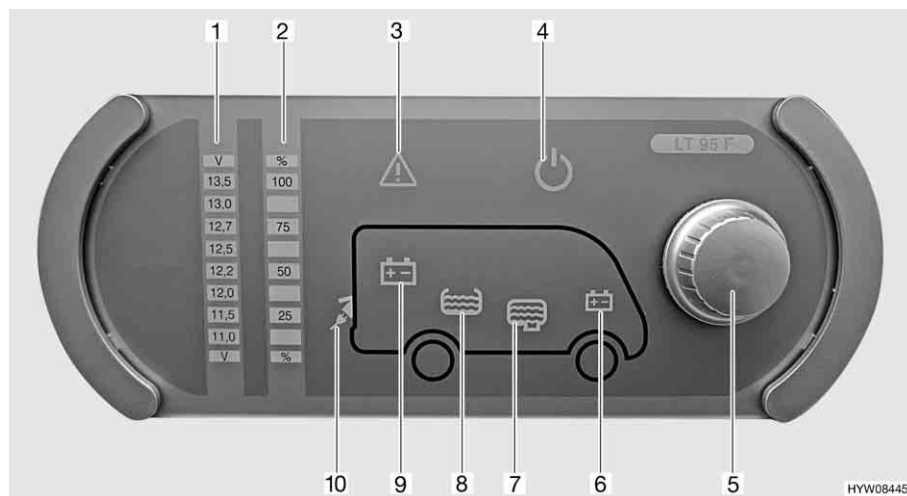

Fig. 52 Pannello di controllo (LT 95)
Il pulsante a rotazione (Fig. 52,5) inserisce o disinserisce il pannello di controllo e l'alimentazione a 12 V dell'abitacolo.
- Premere il pulsante a rotazione (Fig. 52,5): L'alimentazione a 12 V dell'abitacolo è inserita. La spia di controllo a 12 V (Fig. 52,4) diventa verde.
- Premere il pulsante a rotazione (Fig. 52,5): L'alimentazione a 12 V dell'abitacolo è disinserita. La spia di controllo a 12 V (Fig. 52,4) si spegne.
Mediante il pulsante a rotazione (Fig. 52,5) si possono interrogare sia la tensione della batteria dell'abitacolo che la tensione della batteria di avviamento. La tensione viene visualizzata sulla scala indicatore per la tensione della batteria (Fig. 52,1).
- Ruotare il pulsante a rotazione (Fig. 52,5), finché si accende il simbolo della batteria della quale deve essere interrogata la tensione.
Viene indicata la tensione della batteria dell'abitacolo (Fig. 52,9)
Viene indicata la tensione della batteria di avviamento (Fig. 52,6)
- Leggere la tensione sulla scala indicatore della tensione della batteria (Fig. 52,1).
Mediante il pulsante a rotazione (Fig. 52,5) si possono interrogare sia il livello del serbatoio dell'acqua che il livello del serbatoio delle acque grigie. Il livello viene visualizzato sulla scala indicatore livello dei serbatoi (Fig. 52,2).
- Ruotare il pulsante a rotazione (Fig. 52,5), finché si accende il simbolo del serbatoio del quale deve essere interrogato il livello.
Viene indicato il livello del serbatoio dell'acqua (Fig. 52,8)
Viene indicato il livello del serbatoio delle acque grigie (Fig. 52,7)
- Leggere il livello sulla scala indicatore del livello serbatoio (Fig. 52,2).
La spia luminosa Alarm (Fig. 52,3) lampeggia non appena i valori limite fissati vengono superati per eccesso o per difetto.
La spia luminosa Alarm (Fig. 52,3) lampeggia non appena la tensione della batteria scende al di sotto di 11 V. Se l'alimentazione a 12 V è accesa, si accende anche il relativo simbolo della batteria (Fig. 52,6 o 9), e l'indicatore "11,0" sulla scala indicatore della tensione della batteria (Fig. 52,1) lampeggia. Rischio di uno scaricamento totale della batteria.
La spia luminosa Alarm (Fig. 52,3) lampeggia ed il relativo simbolo del serbatoio (Fig. 52,7 o 8) si accende non appena il serbatoio dell'acqua è vuoto o il serbatoio delle acque grigie è pieno.
La spia di controllo a 230 V (Fig. 52,10) si accende quando all'ingresso della centralina elettrica è presente una tensione di rete.